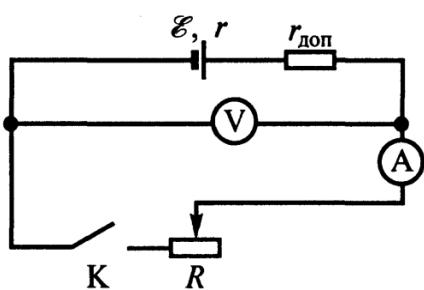

Рис. 6.2.
Схема установки для исследования влияния сопротивления нагрузки на эффективность использования энергии источника приведена на рис. 6.2. В качестве внутреннего сопротивления источника  $r$  (по аналогии с работой 5) используется дополнительное сопротивление -  $r_{\text{доп}}$ .
*Нарисуйте* схему измерительной установки (рис. 6.2).
*Соберите* установку в соответствии со схемой рис. 6.2.